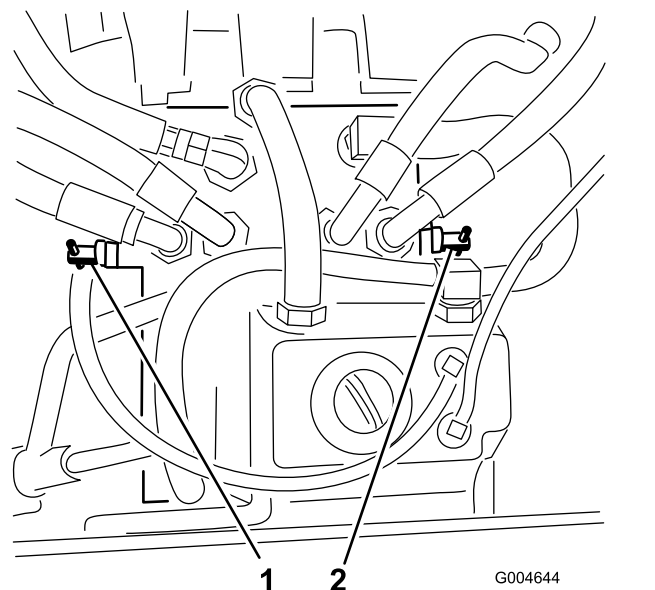

Bild 28
3. Drehen Sie jedes Sicherheitsventil eine Umdrehung nach links (Bild 28).
Drehen Sie jedes Sicherheitsventil um eine Umdrehung nach rechts und ziehen Sie es mit der Hand fest (Bild 28).